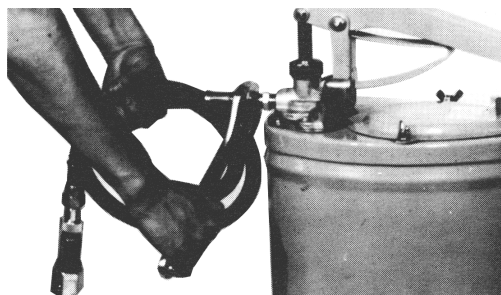

Fig.1
- 1) ポンプ組立のオイル吐出口に、付属の耐油ホースを取り付けます。手で十分にねじ込み、緩まないようスパナなどで締め付けてください（Fig.1）